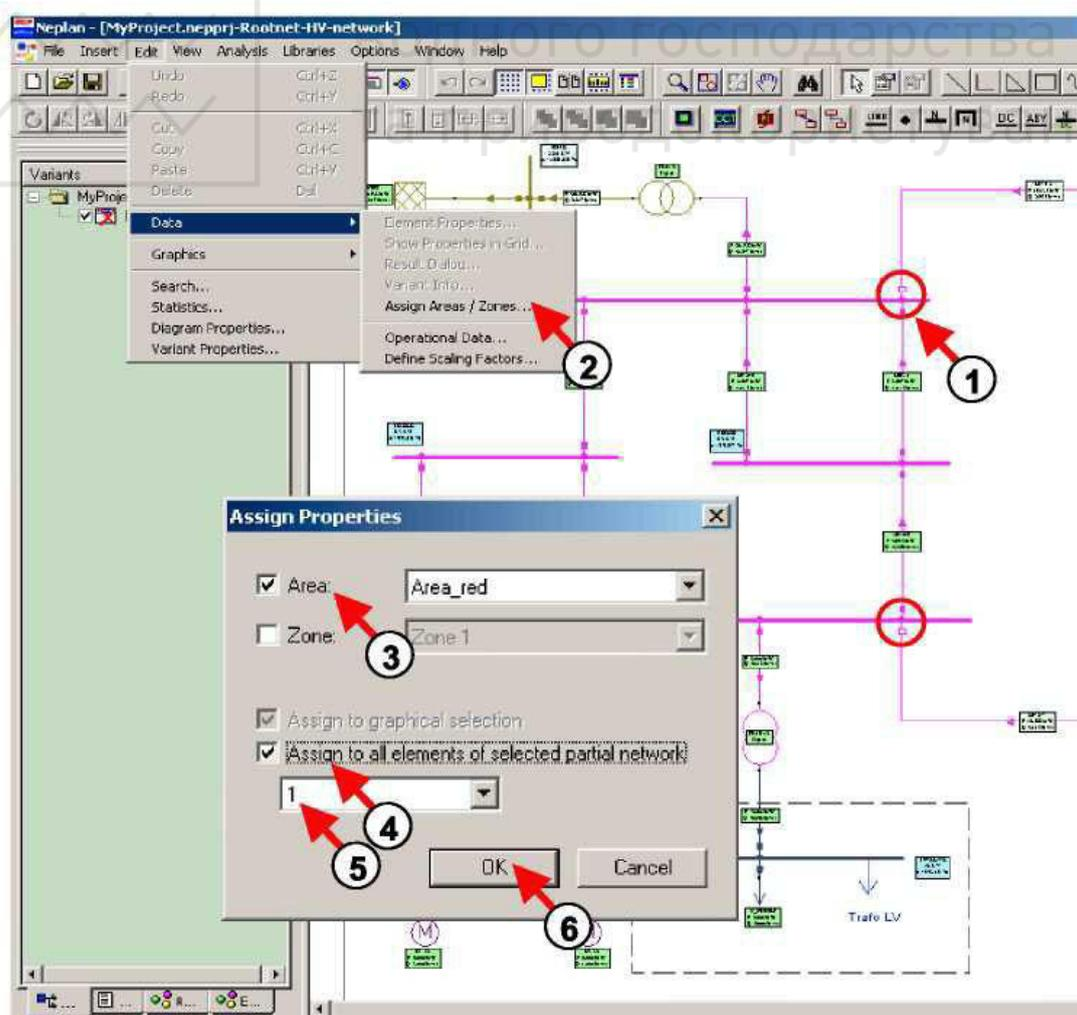

Рисунок 5.13 – Призначення району (або/та зони) фрагменту мережі
**Призначення районів та зон всім елементам окремої мережі.** Для цієї процедури необхідно створити спочатку окрему мережу. Це досягається вимкненням частини мережі від основної. Спочатку потрібно вимкнути частину мережі, яку необхідно призначити району або/та зоні. Це можна зробити виділивши потрібну лінію, і підвівши курсор до квадрата на початку або в кінці лінії, що необхідно вимкнути, натиснути на ньому лівою клавішею миші після появи хрестика (цифра 1, рис. 5.13). Тоді створюється окрема мережа. Далі потрібно перейти в діалогове вікно *Assign Properties* за допомогою панелі меню *Edit: Edit/Data/Assign Areas/Zones* (цифра 2, рис. 5.13).
Тоді необхідно поставити галочку навпроти поля *Area* (або/та *Zone*) і вибрати відповідне ім'я (цифра 3, рис. 5.13). Після цього необхідно поставити галочку навпроти поля «Assign to all elements of partial network with ID» (цифра 4, рис. 5.13) та вибрати її *ID* для окремої мережі (цифра 5, рис. 5.13). Якщо невідомо *ID* окремої мережі, то потрібно відкрити діалогове вікно введення даних (*Data Input dialog*) для будь-якого елемента цієї окремої мережі, вибрати вкладку *Info* та подивитися номер окремої мережі у полі *Partial network ID*. Для закінчення призначення районів та зон необхідно натиснути кнопку *Ok* (цифра 6, рис. 5.13). Далі потрібно підключити окрему мережу.